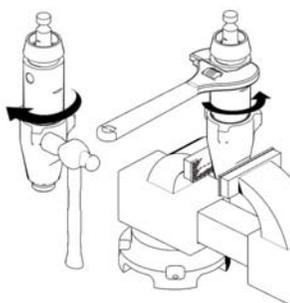

FIG. 2
2. (Fig. 2) Desaperte a válvula de admissão do cilindro.